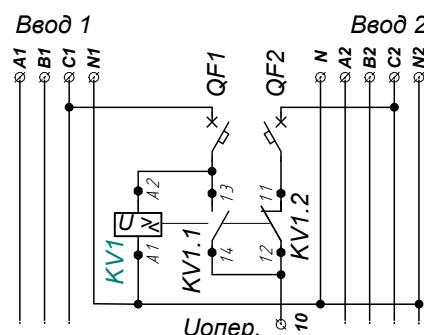

Рис.5 Схема получения оперативного питания с использованием реле напряжения
- #### 5.5.1. Схема получения оперативного питания с использованием реле напряжения, рис.5.